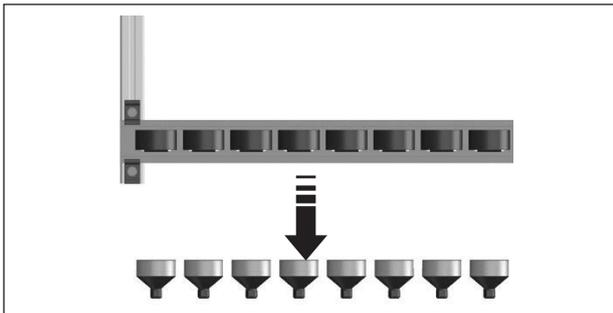

Abb. 18: Kunststoffkappen aus den Röhrenhaltern schrauben
6. Fußschiene und Sammlergehäuse ausrichten, Kunststoffkappen (Abb. 18) aus den Röhrenhaltern schrauben